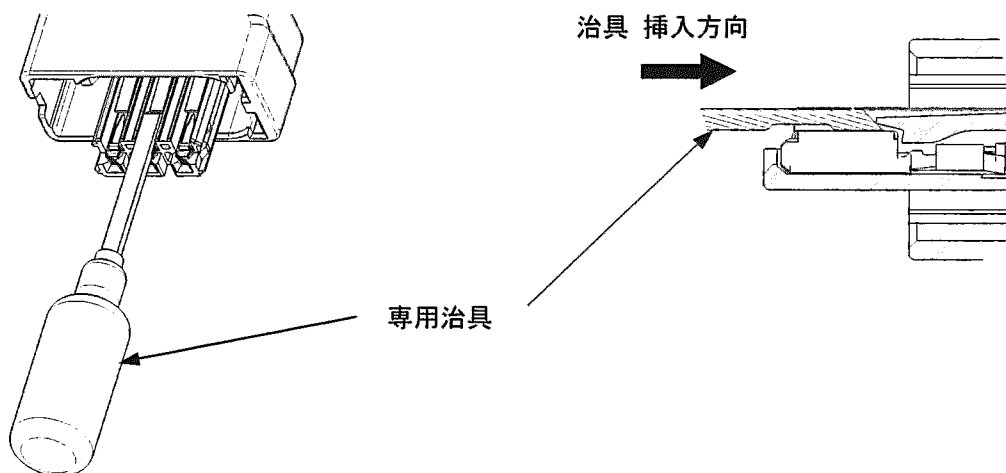

Fig. 13
- (2) 専用治具(PN 1729919-1)でランスを真っ直ぐ、軽く押しながら、電線を引張って端子を抜きます。その際、ランスが折れてしまわないよう気をつけて下さい。(Fig.13)